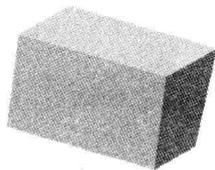
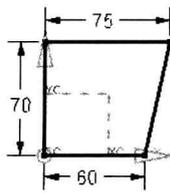

图 1.2 拉伸特征 1
图 1.3 截面草图
Step2. 创建图 1.2 所示的拉伸特征 1。
(1) 选择命令。选择下拉菜单 **插入(I)** → **设计特征(F)** → **拉伸(E)** 命令（或单击 **拉伸** 按钮），系统弹出“拉伸”对话框。
(2) 单击“拉伸”对话框中的“绘制截面”按钮 ，系统弹出“创建草图”对话框。
① 定义草图平面。选取 ZC-YC 基准平面为草图平面，单击 **确定** 按钮。
② 进入草图环境，绘制图 1.3 所示的截面草图。
③ 选择下拉菜单 **草图(S)** → **完成草图(F)** 命令（或单击 **完成草图** 按钮），退出草图环境。